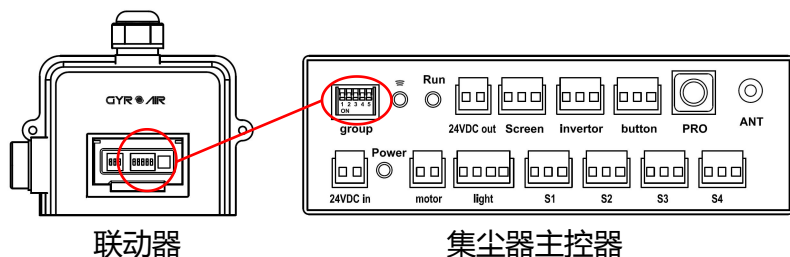

图 7
2) 如图 7 所示, 将联动器上拨码开关值调整至与主控器拨码开关值一致。